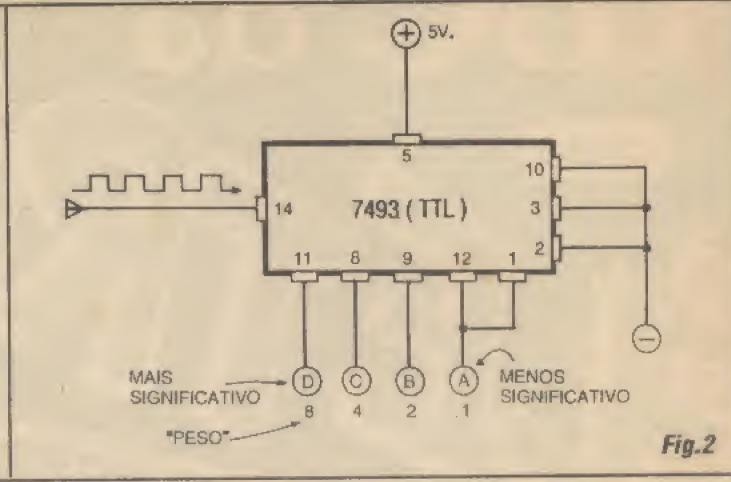

Fig.2
- FIG. 2 - EXEMPLO DE INTEGRADO CONTADOR BINÁRIO DE 4 DÍGITOS... - O diagrama mostra um exemplo prático, ou seja: o bloco descrito informalmente na figura anterior, já *tornado real*, consubstanciado num componente da família digital TTL, sob o código 7493. Esse integrado já contém os 4 blocos internos, *divisores por dois*, devidamente *enfileirados lá dentro*, um terminal para a entrada de *clock* (pino 14), terminais de saída para os 4 dígitos (nos pinos 12-9-8-11, respectivamente para os acessos A, B, C e D...), além de outros pinos de controle, *reset*, alimentação, etc. Lembrando dos parâmetros e limites da família digital TTL, já vistos em aulas anteriores (entre eles o rigor da tensão de alimentação, que deve ficar em 5V *mais ou menos* 10%...), fica muito fácil realizar um prático e efetivo contador binário de 4 dígitos, a partir do dito 7493, com as ligações mostradas no diagrama! Se LEDs (em série com resistores de limitação no valor individual de 150R...) forem usados para monitorar os estados digitais das 4 saídas, teremos uma interessante experiência que pode ser realizada sobre uma matriz de contatos (*proto-board*), sendo necessário como *extra* apenas um circuito de apoio, capaz de gerar os pulsos de *clock* compatíveis (sempre em excursões rápidas entre zero e 5V, ou vice-versa...). Para os *alunos* mais empreende-